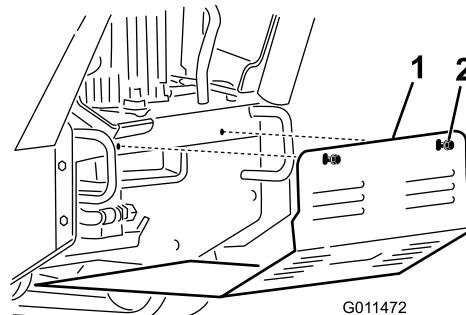

Figura 27
2. Allentate uno dopo l'altro i 2 bulloni che fissano lo schermo inferiore, fino a liberare completamente lo schermo (Figura 27).
2. Fate scorrere lo schermo inferiore nella macchina in modo che poggi su tutte e 4 le alette (Figura 27).